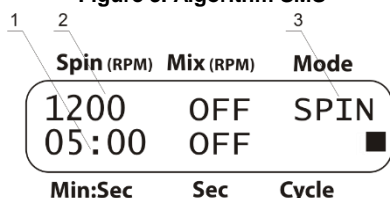

Figure 5. Centrifugation
- 5.11.1. Sélectionnez la centrifugation (indication **SPIN** du paramètre **Mode**, fig. 5/3).
- 5.11.2. Réglez la vitesse de centrifugation souhaitée, de 300 à 1 500 tr/min (incrément 100 tr/min, fig. 5/2).
5.11.3. Réglez le temps de centrifugation souhaité, de 1 s à 30 min (incrément de 1 s, après 1 min - 1 min, fig. 5/1).